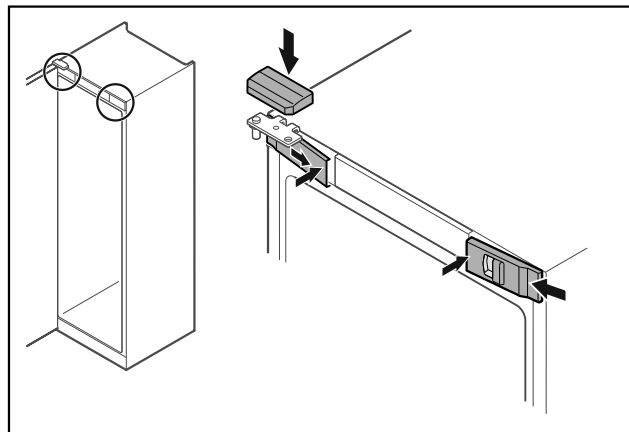

Fig. 52
- Z boku założyć przednie osłonki Fig. 52 (1) i zaczepić.
- Górną osłonkę Fig. 52 (2) zaczepić od góry.